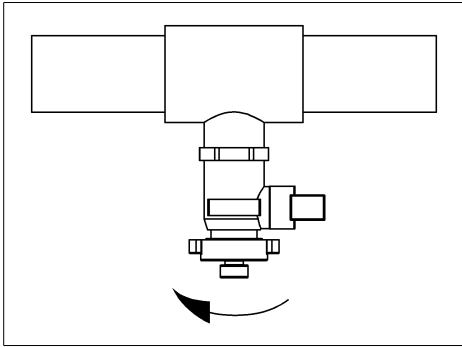

Fig. 1: Démontez les raccords
- Démontez le raccord de tuyau ou le capuchon de fermeture du robinet à boisseau sphérique (cf. fig. 1).